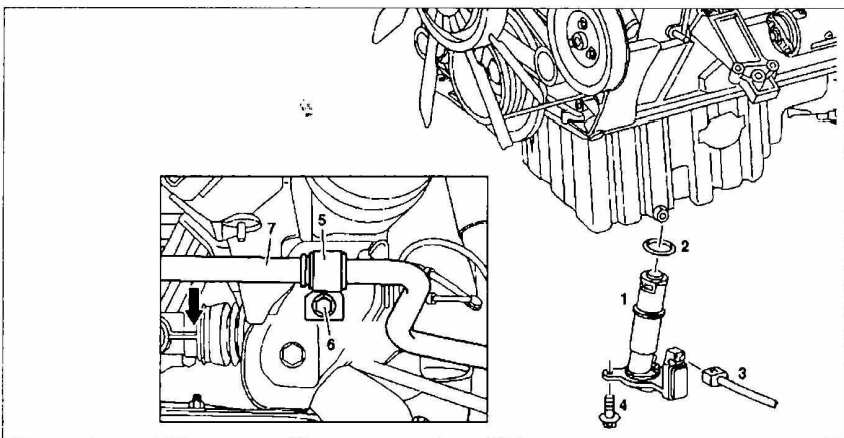

Рис. 51. Снятие и установка датчика уровня масла:
2. Отсоедините стабилизатор **7** передней оси и разверните его вниз (рис. 51).